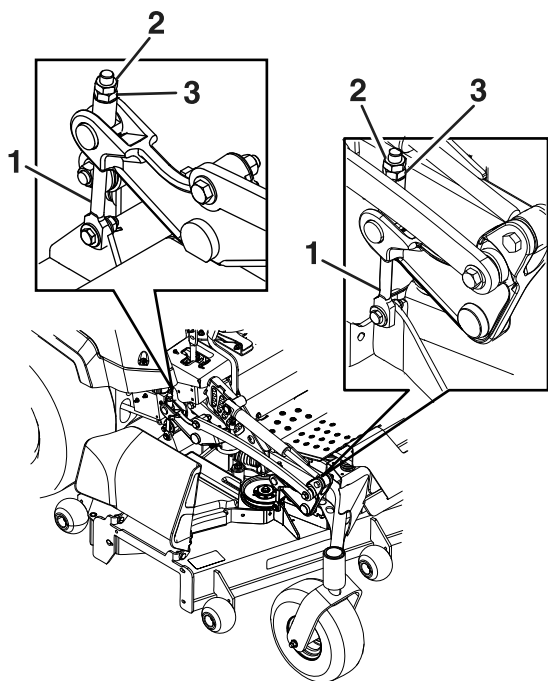

Figure 84
9. Ajustez précisément le serrage de l'écrou de réglage sur l'ensemble de levage du tablier avant (Figure 84).